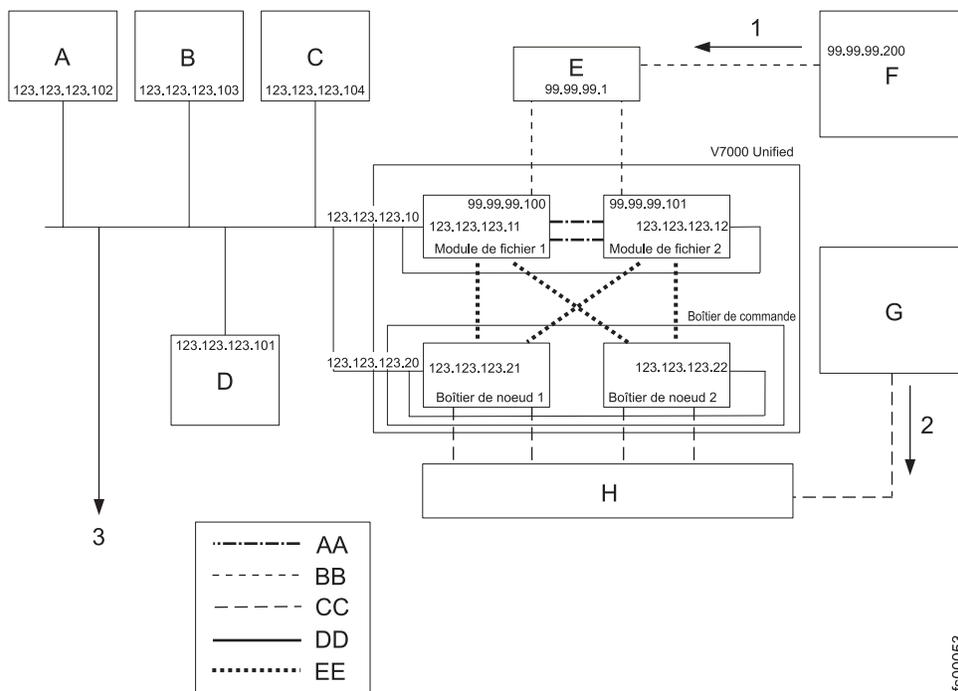

Figure 11. Exemples d'adresses IP et de services réseau nécessaires au système. Les boîtiers d'extension ne sont pas représentés.
**Remarque :** Les exemples d'adresses de ce tableau correspondent à ceux donnés à la figure 11, à la page 14.